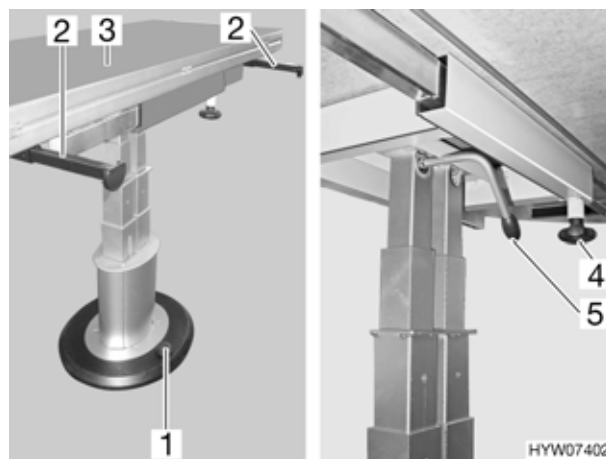

Fig. 68 Tavolo fisso con piede telescopico
- Estrarre interamente le guide di appoggio (Fig. 68,2) fino all'arresto.
- Ribaltare la metà superiore del piano del tavolo (Fig. 68,3) e collocarla sulle guide di appoggio.
- Svitare la vite a testa cilindrica zigrinata (Fig. 68,4).
- Premere il bottone con il piede (Fig. 68,1). Il bloccaggio inferiore è aperto.
- Ruotare la leva di serraggio (Fig. 68,5) all'indietro. Il bloccaggio superiore è aperto.
- Ruotare la leva di serraggio (Fig. 68,5) in avanti. Il piede del tavolo è bloccato.
- Ruotare la leva di serraggio (Fig. 68,5) all'indietro. Il bloccaggio superiore è aperto. Il piano del tavolo si sposta verso l'alto fino al fine corsa.
- Premere il bottone con il piede (Fig. 68,1). Il bloccaggio inferiore è aperto. Il piano del tavolo si sposta completamente verso l'alto.